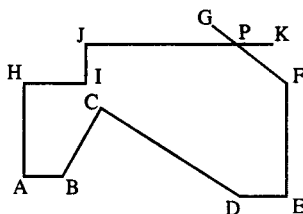

图 4-4
(2) 绘制图 4-4 所示的图形, 直线 JK 与直线 FG 交于点 P, 多余部分用 Trim (修剪) 命令修剪。